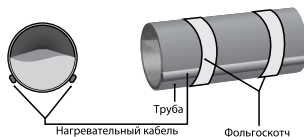

Рисунок 1. Схема установки нагревательного кабеля.
1.3. Монтаж следует начинать с установки и закрепления фольгоскотчем муфты со встроенным терморегулятором на самом холодном участке трубы. Далее кабель укладывается к нижней части трубы и закрепляется фольгоскотчем (см. рис. 1 «схема установки нагревательного кабеля»).